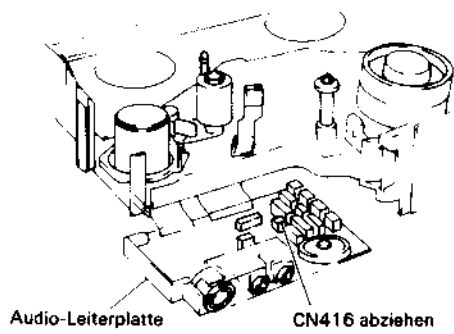

Abb. 2.53 Ausbau des Gesamtlöschkopfes (FE)
Ausbau des Gesamtlöschkopfes (FE) (Abb. 2.53, 2.54)
2. Den Stecker CN416 abziehen (siehe Abb. 2.53).